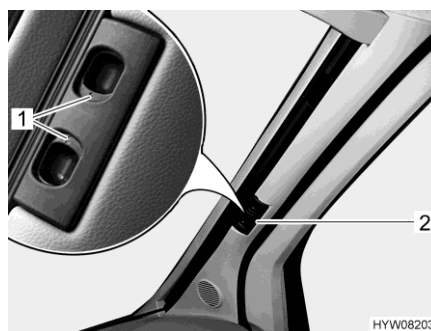

Fig. 37 Dispositif occultant plissé pour le pare-brise
- Pousser les deux moitiés du dispositif occultant plissé pour le pare-brise par la poignée (Fig. 37,2) à fond vers l'extérieur. Déplacer la poignée à l'horizontale en direction de l'évidement de verrouillage.
- Faire s'enclencher les poignées de déverrouillage (Fig. 37,1).